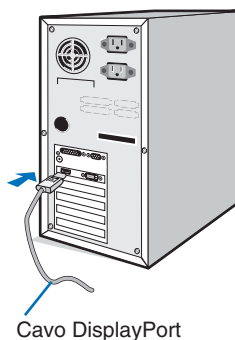

Figura A.1
2. **Per un PC con l’uscita DisplayPort:** Collegare il cavo DisplayPort al connettore della scheda video del sistema (**Figura A.1**).